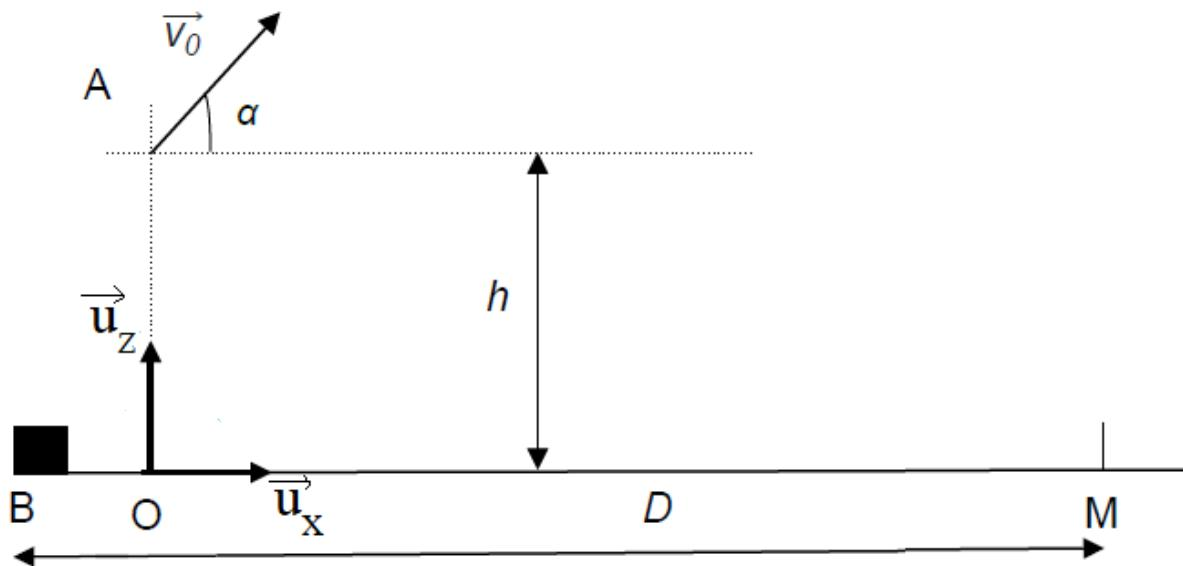

FIGURE 2 – Schéma de la situation de lancer, vue de profil, sans aucun souci d'échelle.
À l'issue d'une phase d'élan, la boule métallique est abandonnée en A, à la hauteur  $OA = h$  au-dessus du sol horizontal, à la distance  $BO$  du butoir B, comme représenté sur la figure 2.
**Q4.** Recopier le schéma de la figure 2 sur votre copie et y représenter l'allure de la trajectoire du centre de masse de la boule métallique.